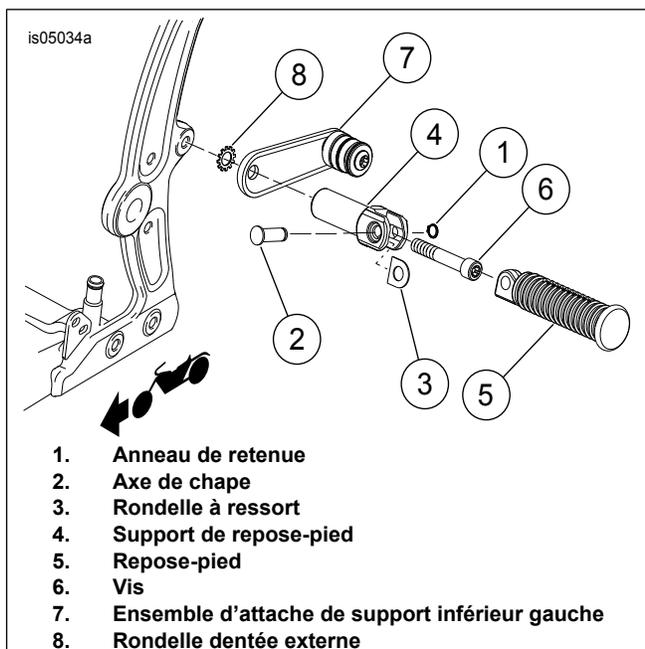

Figure 5. Ensemble d'attache de support inférieur gauche
1. Modèles FXS : Voir Figure 4 ou Figure 5. Sur le côté droit de la moto, retirer l'anneau de retenue (6) du repose-pied du passager (8), l'axe de chape (3) et la rondelle à ressort (5).